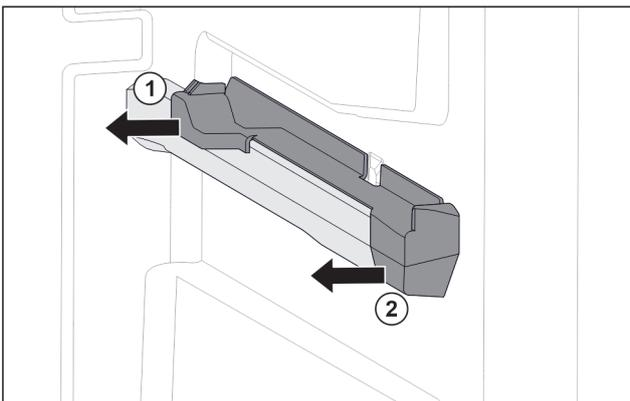

Fig. 77 Elemento inseribile sulla nervatura destra del contenitore
- Estrarre l'elemento inseribile dal lato posteriore di lato. Fig. 77 (1)
- Estrarre l'elemento inseribile dal lato anteriore di lato. Fig. 77 (2)